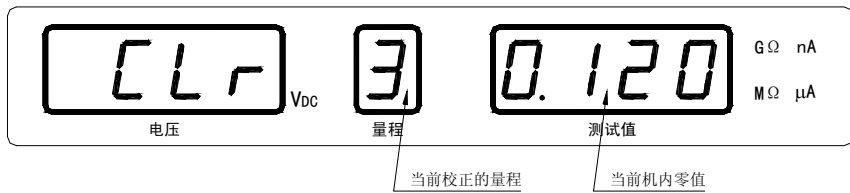

图 3-9 正在清零校准，测试值显示器显示当前量程的零值(mV)
c. 再次按动 **清零** 键，开始对各量程逐一校零（图 3-9）：